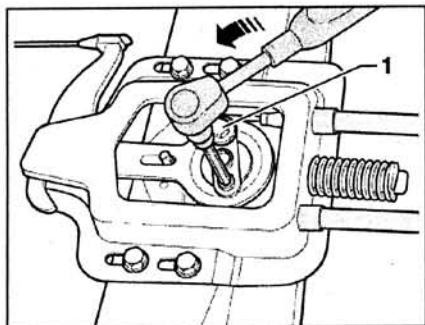

Рис. 7.36. Открутите болт 1 и поверните эксцентрик в направлении стрелки до упора.
2. Открутите болт 1 и поверните эксцентрик в направлении стрелки до упора (рис. 7.36).
11. Открутите болт 1 и поверните эксцентрик в направлении стрелки до упора (рис. 7.36).